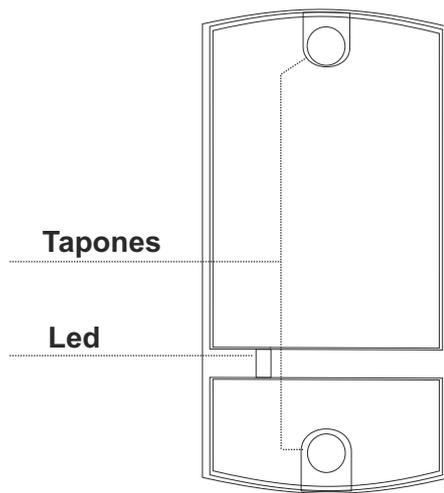

Figura 2.
5. Cierre las aberturas de la carcasa del lector con tapones (figura 2).